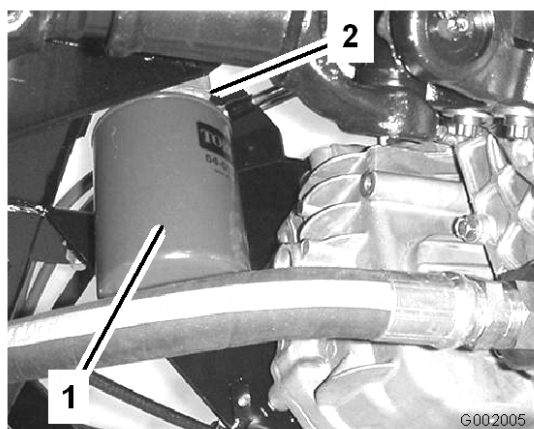

Figure 67
4. Retirez le filtre (Figure 67).